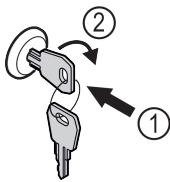

Fig. 192
- Uvucite ključ Fig. 192 (1).
- Okrenite ključ za 90° nadesno Fig. 192 (2).